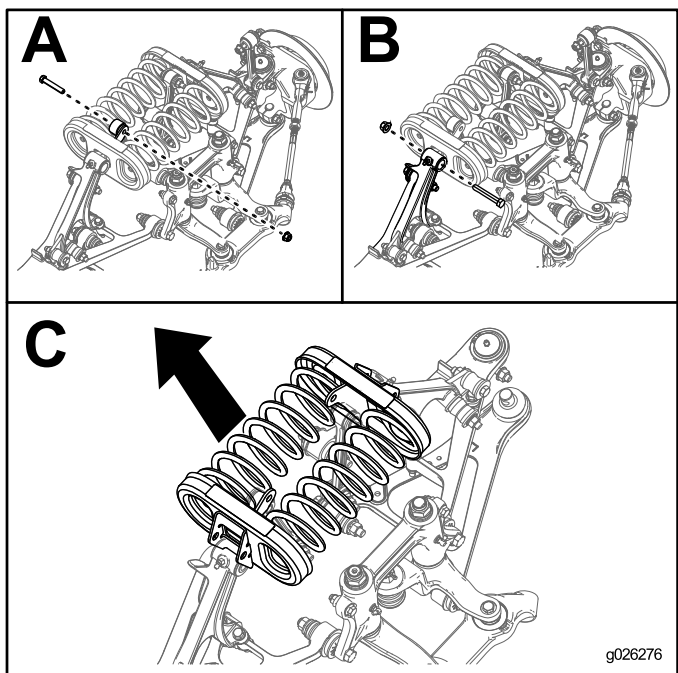

Figura 20
5. Scoatei uruburile i piuliile de la capătul fiecărui bra stabilizator (A din Figura 20).
6. Scoatei uruburile i piuliile de pe braul de control care fixează fiecare suport de arc (B din Figura 20).
7. Îndepărtați suportii de arc i arcurile de la maină (C din Figura 20).